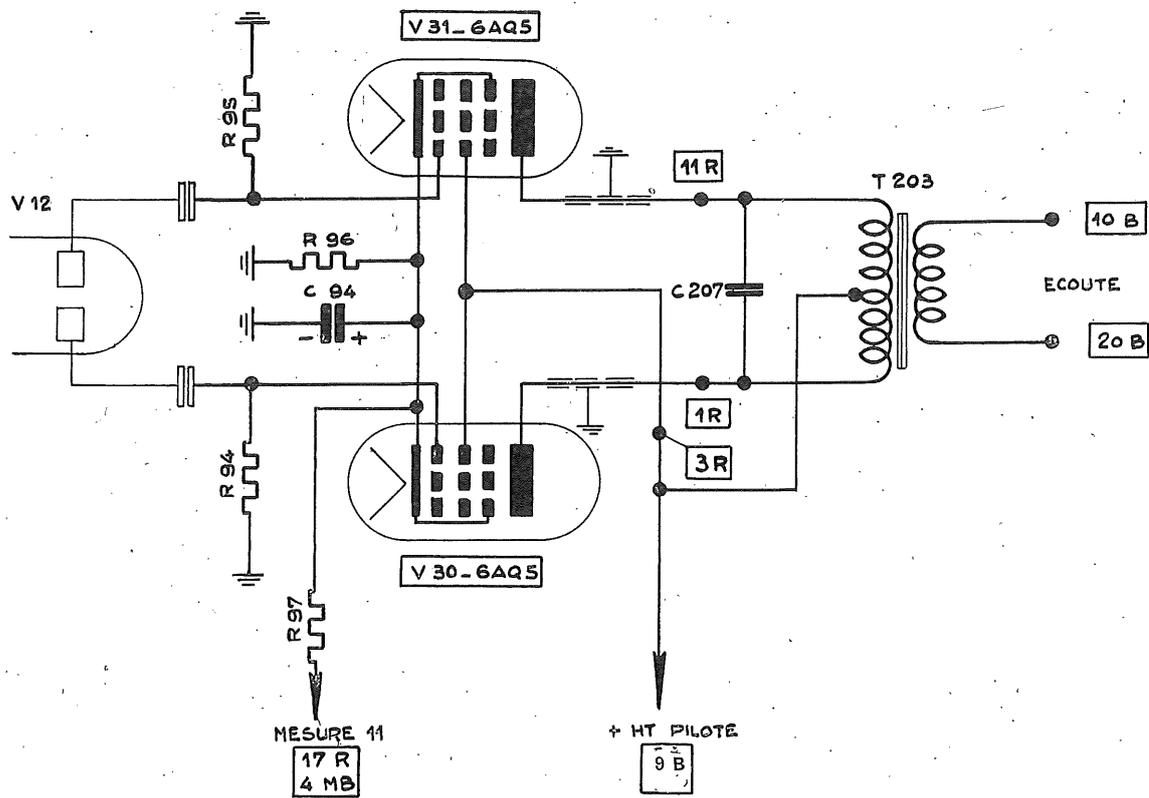

Fig. 14 - *Amplificateur BF final*
i) *Amplificateur BF final* (fig. 14).